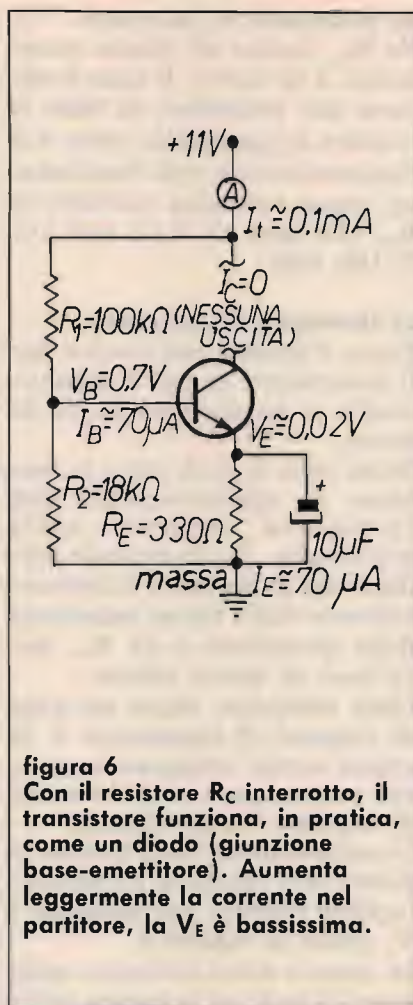

figura 6
a) Resistore R_C interrotto, figura 6